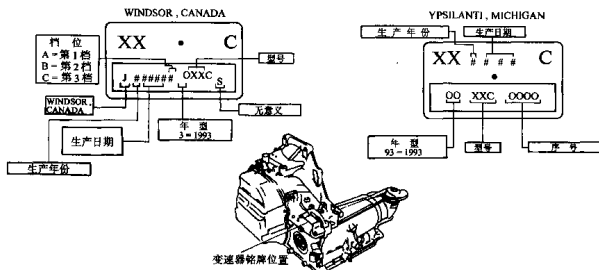

图 1-1 变速器铭牌
所有自动变速器都有一个要在表面易见位置的金属识别铭牌。此铭牌的位置见图 1-1。铭牌上的信息会对您根据零件目录订购更换零部件时有所帮助。
4T60—E 全自动变速器广泛应用于通用 (GM) 汽车公司 90 年代凯迪拉克 (Cadillac)、别克路霸 (Buick Roadmaster)、雪佛兰普拉斯 (Chevrolet Price) 等车型, 其铭牌位置见图 1-1。